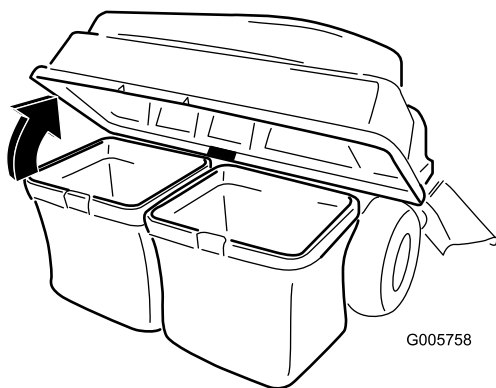

Рисунок 33
3. Откройте (поднимите) верхнюю часть травосборника (Рисунок 33).